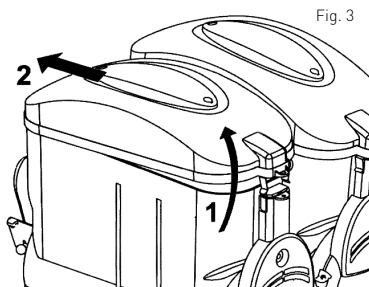
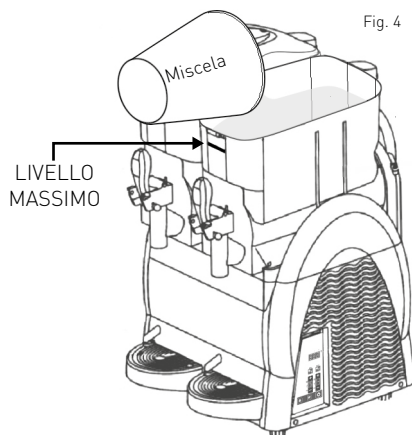

Fig. 3
Fig. 4
- Per rimuovere il coperchio (1) del recipiente (2), seguire le istruzioni (Vedi: Fig.3):
- 2) Rimuovere il coperchio (2) dal gancio sulla parte anteriore del recipiente.
- Versare con prudenza la miscela nel recipiente (2), facendo attenzione che il livello di liquido nel recipiente non superi il „LIVELLO MASSIMO“. (Vedi: Fig.4). (Per evitare pericoli non versare mai liquido caldo nel recipiente.)